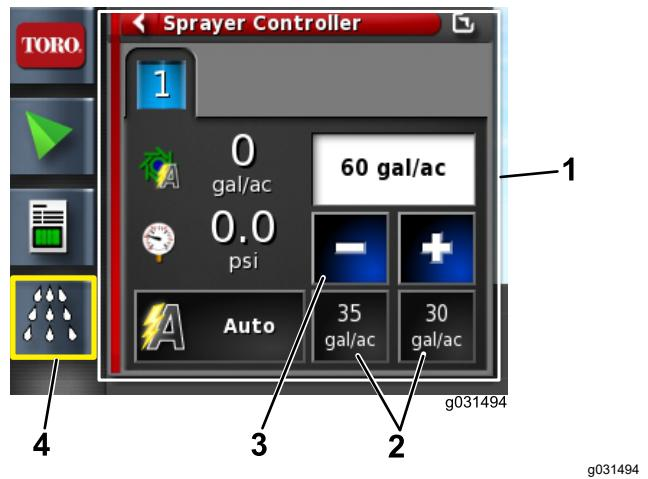

Figura 42
4. Si el caudal no es correcto, cambie el caudal seleccionando los iconos de caudal preajustado, pulse los iconos Aumentar y Reducir para modificar el caudal de forma incremental, o seleccione el campo Caudal actual e introduzca el caudal de aplicación con el teclado numérico (Figura 42 y Figura 43).